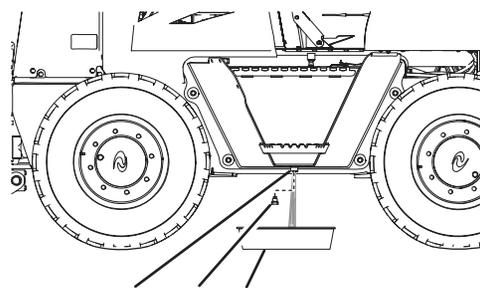

Figura 53
2. Desenrosque el tapón de vaciado del depósito de combustible y drene el agua (Figura 53).
3. Cuando aparezca combustible limpio, instale el tapón de vaciado y apriételo firmemente (Figura 53).